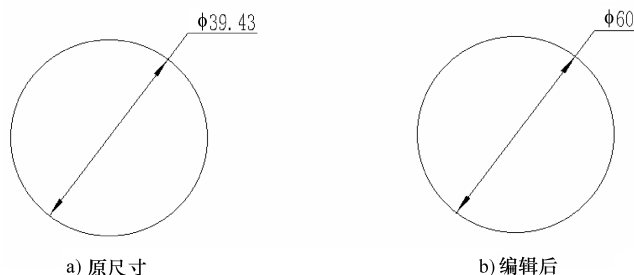

图 5-41 编辑直径尺寸的尺寸线位置图例
1) 直径尺寸或半径尺寸的尺寸线位置编辑。在图 5-40 所示的立即菜单中可以修改文字的方向及尺寸值。输入新的尺寸线位置点后即可完成编辑操作。图 5-41 所示为编辑直径尺寸的尺寸线位置的图例。